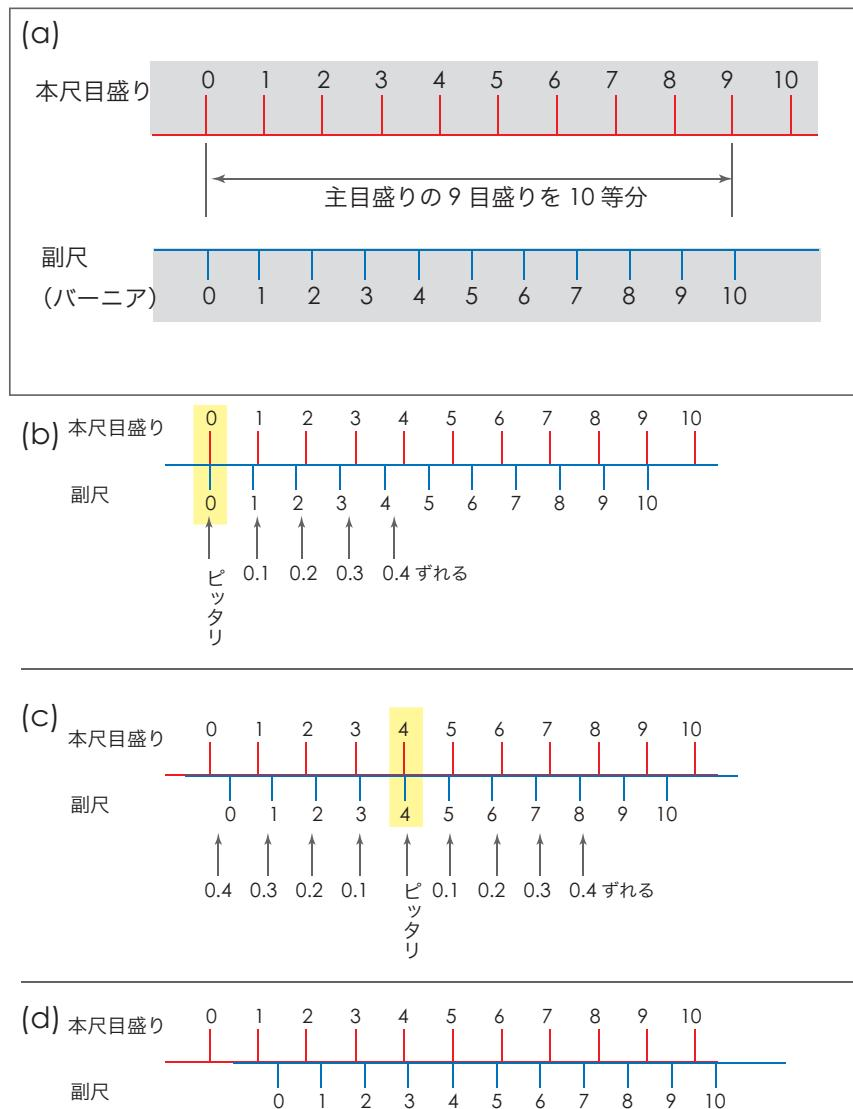

図 8: 副尺の原理
- 図 8(a) を見て下さい。「本尺目盛の $(n - 1)$ 目盛りを n 等分する」とは、具体的には、9 mm を 10 等分した副尺を用意することに相当します。
- 当然副尺の 1 目盛りは $\frac{9}{10}$ mm (0.9 mm) ですから、図 8(b) に示したように本尺と副尺の目盛りの 0 をあわせると、本尺と副尺の目盛りは 1 目盛りにつき 0.1mm ずつずれていきます。
- これをふまえた上で、図 8(c) を見て下さい。
- これは図 8(b) と違って、本尺と副尺の $\frac{1}{4}$ をあわせています。すると、図 8(b) で確認したように隣の目盛りでは 0.1mm ずれて、その隣では 0.2mm ずれて……という具合にずれていきます。これはぴったり合わせた $\frac{1}{4}$ の右側（数値の大きい側）でも左側（数値の小さい側）でも同じです。